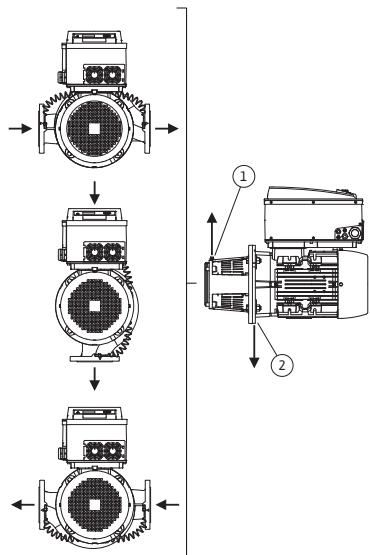
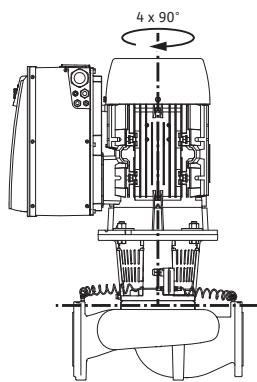

Fig. 18: Tilladte installationspositioner med horisontal motoraksel
Fig. 19: Tilladte installationspositioner med vertikal motoraksel
De tilladte installationspositioner med horisontal motoraksel og elektronikmodul, der vender opad (0°), er vist i fig. 18. De tilladte installationspositioner med elektronikmodul monteret på siden ($+/- 90^\circ$) er ikke afbilledt. Enhver installationsposition undtagen "elektronikmodul nedad" (-180°) er tilladt. Udluftningen af pumpen er kun sikret, hvis udluftningsventilen peger opad (fig. 18, pos. 1).
Kun i denne position (0°) kan opstået kondensat bortledes målrettet via en eksisterende boring, pumpelanterne samt motor (fig. 18, pos. 2).
De tilladte installationspositioner med vertikal motoraksel er vist i fig. 19. Enhver installationsposition undtagen "motor nedad" er tilladt.
- Udluftningsventilen på lanternen (fig. 6, pos. 1.31) skal ved horisontal motoraksel altid pege opad (fig. 1). Ved vertikal motoraksel kan den pege i alle retninger. Se i den forbindelse Fig. 18: „Tilladte installationspositioner med horisontal motoraksel“ på side 204 eller Fig. 19: „Tilladte installationspositioner med vertikal motoraksel“ på side 204.
- Ved horisontal motoraksel er det nødvendigt at kondensathullet vender nedad (fig. 18, pos.2). Motoren skal evt. drejes, så dette overholdes.